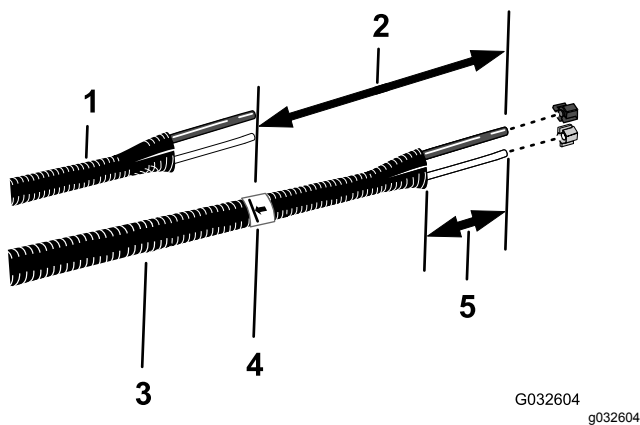

Figura 12
6. Alinhe os tubos de líquido e de ar velhos (Figura 12) com o novo conjunto de tubos (Peça Toro N.º 114–9553).
8. No novo conjunto de tubos, acrescente 26 cm de comprimento a partir da marca que fez no passo 7, marque o conjunto de tubos e corte os tubos na segunda marca (mais comprida) (Figura 12).
10. Retire 77 a 102 mm do revestimento em cada extremidade do conjunto de tubos (Figura 12).